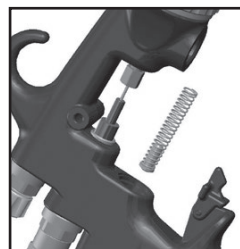

Fig. 29
4. Quitar el resorte con la almohadilla del resorte. (Ver Fig. 29)
6. Limpiar los diámetros internos de la válvula de aire en el cuerpo de la pistola con el cepillo que viene en el kit. (Ver Fig. 29)
9. Insertar el nuevo resorte, asegurando que el extremo con el soporte del cojinete de plástico vaya primero. (Ver Fig. 29)